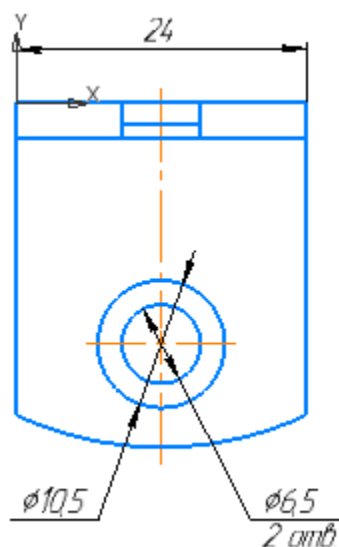

Рисунок 2
- Укажите положение размера на чертеже и одновременно точку начала полки.(рисунок 2)